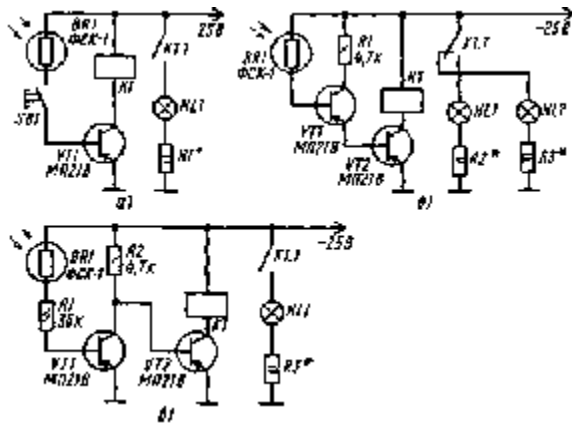

Рис. 52. Фотореле с усилителями на транзисторах
*Фотореле с усилителем на одном транзисторе* (рис. 52, а). Простая схема фотореле может быть применена при построении системы, управляемой светом. Фотореле выполнено на транзисторе VT1, который играет роль усилителя постоянного тока. Нагрузкой служит обмотка электромагнитного реле К1. При нажатии на кнопку SB1 реле не срабатывает, если фоторезистор затемнен. Если на фоторезистор направить свет, то его сопротивление уменьшится, транзистор откроется и реле сработает. Сопротивление токоограничительного резистора R1 зависит от параметров выбранной лампы.
*Фотореле с усилителем на двух транзисторах* (рис. 52, б) содержит двухступенный усилитель постоянного тока. Нагрузкой транзистора VT2 является обмотка реле. Это фотореле более чувствительно к малым световым потокам.
*Чувствительное фотореле с усилителем на транзисторах* (рис. 52, в) собрано на двух транзисторах, которые работают в усилителе постоянного тока. Фотореле чувствительно к малым световым сигналам.